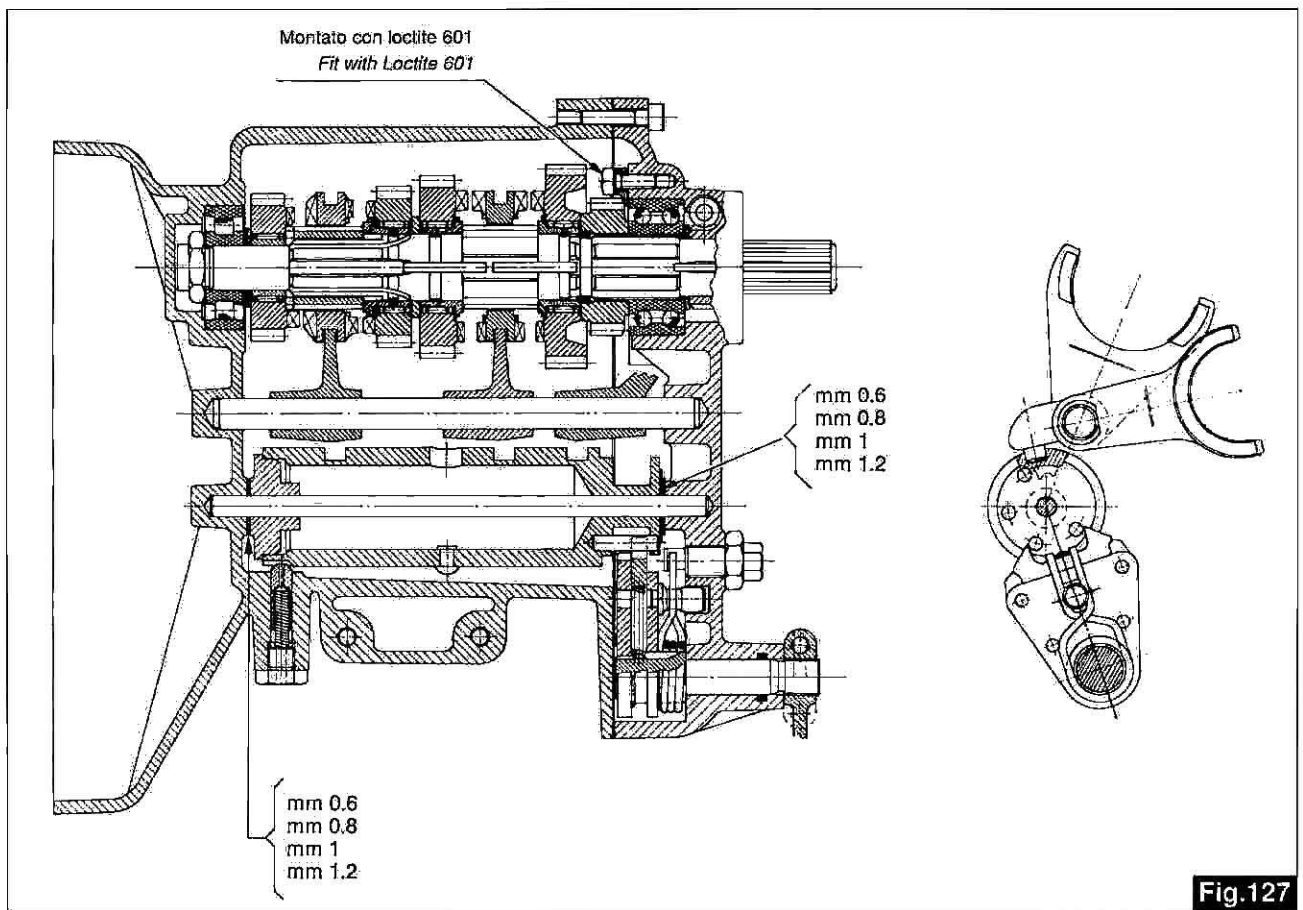

Fig.127
■ provare l'innesto delle marce dalla 1^a alla 5^a velocità e scalando dalla 5^a alla 1^a e quindi in "folle". Se si avverte un innesto difficoltoso occorre smontare di nuovo il coperchio e spessorare in modo adeguato tra scatola e tamburo se si riscontra difficoltà di innesto della 1^a e 3^a velocità e tra tamburo e coperchio se si riscontra difficoltà di innesto della 2^a e 4^a velocità. Le rosette di spessorazione vengono fornite nelle seguenti misure: mm 0,6 - 0,8 - 1 - 1,2 (vedere fig.127).
■ check the gear engagement in the 1st to the 5th speeds, then by changing down from the 5th to the 1st, and, finally, in "neutral". If the engagement operation appears to be difficult, the cover should be disassembled again and the distance between the gearbox and the cylinder should be shimmed once more; if the engagement operation appears to be difficult between the 1st and the 2nd speeds, the distance between cylinder and the cover should be adjusted, as with 2nd and 4th speeds. The shimming washers are supplied in the following dimensions: 0.6 - 0.8 - 1 - 1.2 (see fig.127).